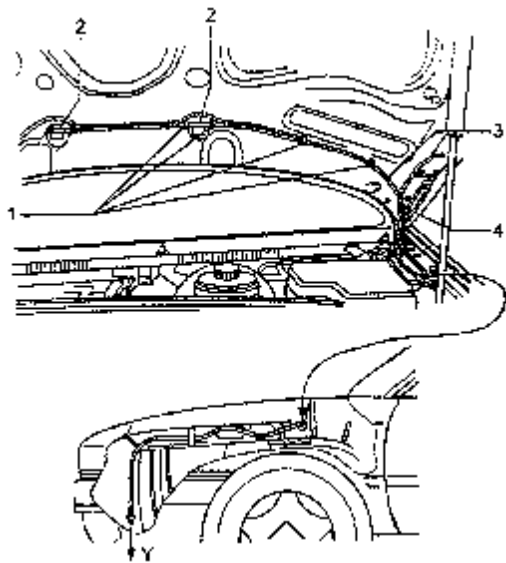

图 11-45 风窗清洗装置的管路布置
(1) 从风窗清洗装置的储液罐到喷嘴的管路布置如图 11-45 所示。
⑤把保护罩放在两个上面的螺钉上去。如图 11-45 所示。
⑥在前大灯和伺服电动机上插上多孔插头连接。安装前转向信号灯并检查大灯的设定。